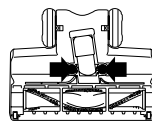
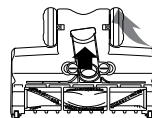

Fig. 27
Fig. 28
- 2 Pincer les languettes et tirer jusqu'à exposer les voies aériennes. **(Fig. 27, Fig. 28)**